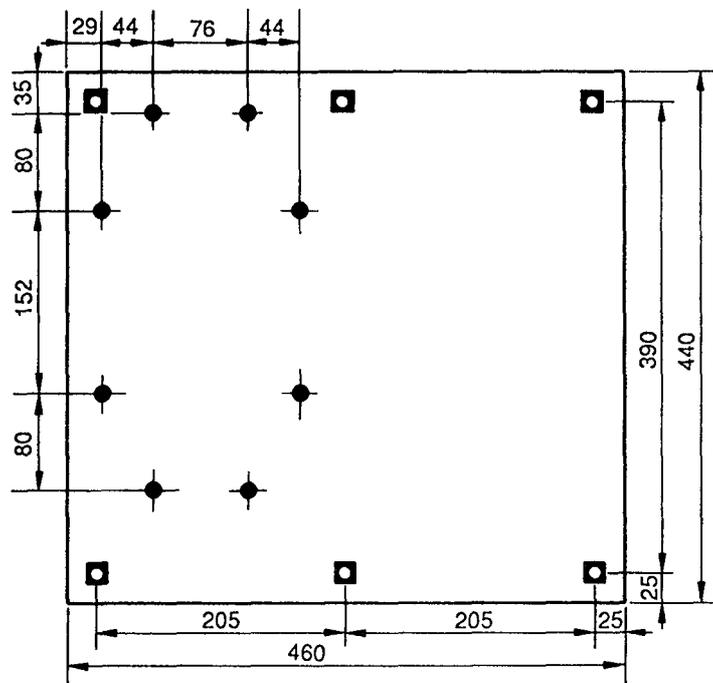

図5-60 コントローラ底面図
(1) 図5-60にコントローラを底から見た図を示します。
① “■” マーク部のねじ (M4) のネジ穴はコントローラを取付板に固定するために使用します。
② “●” マーク部はコントローラの内部部品固定用のねじが突出しているため、取付板にφ10の逃がし穴をあけてください。
③ 図5-60と図5-61を参考にして取付板を製作してください。